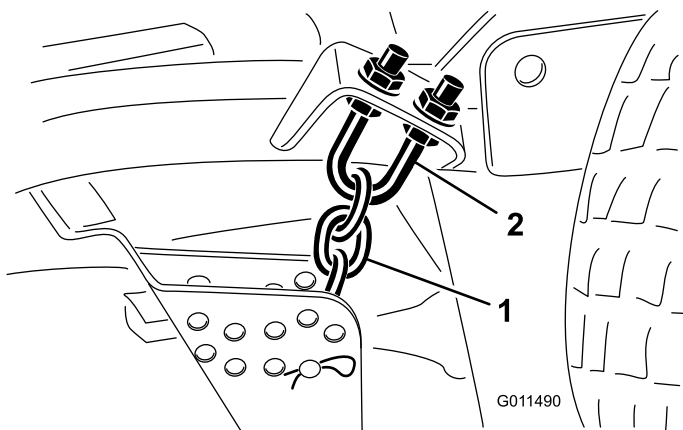

Figura 78
3. Togliete la coppiglia e il perno con testa che fissano le catene dell'altezza di taglio sul retro dell'apparato di taglio (Figura 78).